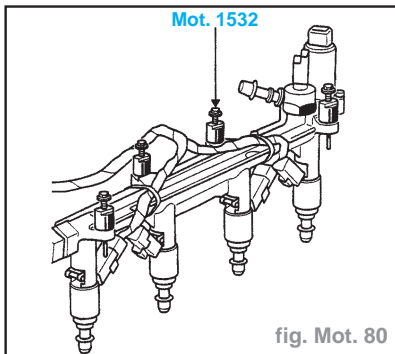

fig. Mot. 80
- Mettre en place l'outil d'extraction de la rampe d'injection **Mot. 1532** (les douilles et les tiges filetées) (fig. Mot. 80).